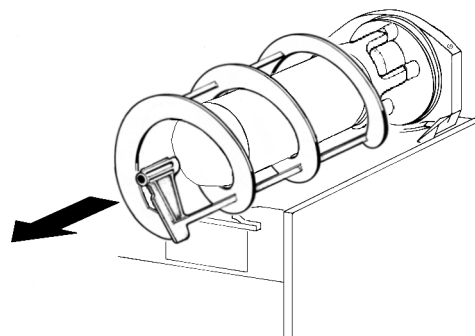

figura 9
- 3 Desenfilarse del evaporador el rascador exterior (ver figura 9)